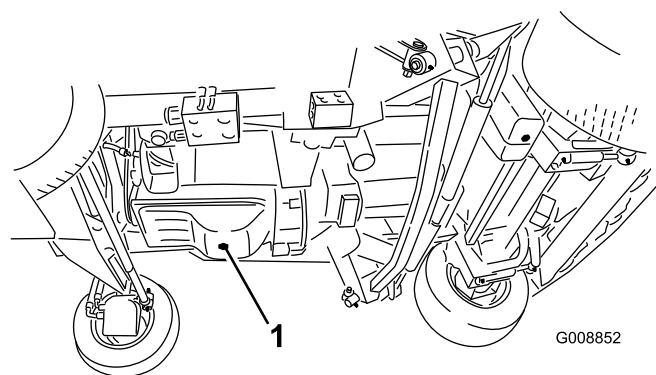

図 61
1. ドレンプラグ (図 61) を外してオイルを容器に受ける。オイルが抜けたらドレンプラグを取り付ける。